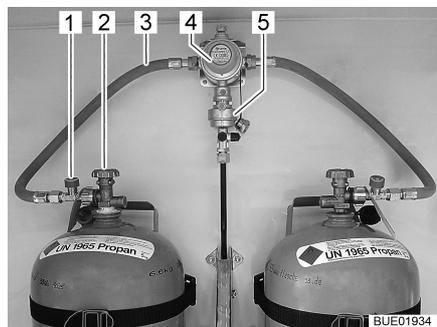
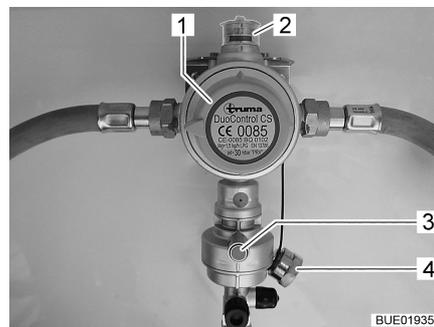
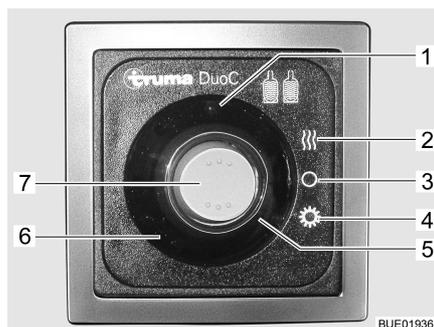

Fig. 39 Bombole del gas con DuoControl
Fig. 40 Impianto di regolazione DuoControl
Fig. 41 Centralina di controllo Duo-Control
L'impianto di regolazione DuoControl consiste in una valvola di commutazione (Fig. 39,4) e un sensore crash (Fig. 39,5). L'impianto di regolazione DuoControl è installato tra i tubi flessibili del gas (Fig. 39,3) con un dispositivo antirottura del tubo flessibile (Fig. 39,1). Con la manopola (Fig. 40,1) sulla valvola di commutazione è possibile stabilire quale delle bombole del gas viene utilizzata come bombola in uso e quale come bombola di riserva.
Nella finestra di controllo (Fig. 40,2) viene visualizzato lo stato del rifornimento di gas:
Il funzionamento con una sola bombola del gas è consentito, ma in questi casi il collegamento aperto deve essere assolutamente chiuso con una copertura cieca (Fig. 40,4).
Il sensore crash blocca l'alimentazione del gas in caso di forti vibrazioni (es. incidente). Il sensore crash viene azionato mediante pressione del tasto reset verde (Fig. 40,3).
Il dispositivo antirottura del tubo flessibile (Fig. 39,1) blocca il flusso di gas quando il tubo flessibile collegato si rompe. Il dispositivo antirottura del tubo flessibile deve essere attivato premendo il tasto verde.
Tramite la centralina di controllo (Fig. 41) è possibile attivare e disattivare l'alimentazione del gas tramite l'impianto di regolazione DuoControl. Le valvole principali di arresto (Fig. 39,2) delle bombole del gas e i rubinetti di arresto del gas degli apparecchi devono essere aperti manualmente.
È possibile passare dal funzionamento estivo a quello invernale tramite l'interruttore a bilico (Fig. 41,7) della centralina di controllo.
Le due spie di controllo sulla centralina di controllo indicano il livello di riempimento della bombola in uso. Quando la spia di controllo verde (Fig. 41,6) è accesa, la bombola in uso è sufficientemente piena. Se è accesa la spia di controllo rossa (Fig. 41,5), la bombola in uso è vuota. Il rifornimento di gas avviene poi tramite la bombola di riserva.
- Con la manopola (Fig. 40,1) sulla valvola di commutazione selezionare la bombola del gas, da cui proviene la principale alimentazione del gas (bombola in uso). Girare la manopola fino all'arresto.
- Aprire le valvole principali di arresto (Fig. 39,2) delle bombole del gas.
- Premere il tasto verde del dispositivo antirottura del tubo flessibile (Fig. 39,1). Nella finestra di controllo (Fig. 40,2) viene visualizzato il simbolo verde.
- Sulla centralina di controllo (Fig. 41) attivare l'impianto di regolazione DuoControl. Posizionare l'interruttore a bilico (Fig. 41,7) su funzionamento invernale (Fig. 41,2) oppure su funzionamento estivo (Fig. 41,4). La spia di controllo gialla Eis-Ex (Fig. 41,1) si accende quando si seleziona il funzionamento invernale.
- Portare l'interruttore a bilico (Fig. 41,7) nella posizione OFF (Fig. 41,3). Le spie di controllo si spengono.
- Chiudere le valvole principali di arresto (Fig. 39,2) delle bombole del gas.
Se la spia di controllo verde (Fig. 41,6) si spegne durante il funzionamento e la spia di controllo rossa (Fig. 41,5) si accende, significa che la bombola in uso è vuota e deve essere sostituita. Nella finestra di controllo (Fig. 40,2) viene visualizzato il simbolo rosso. La bombola di riserva continua ad alimentare le utenze a gas.
- Ruotare di mezzo giro la manopola (Fig. 40,1) in direzione della bombola del gas utilizzata. In questo modo questa bombola del gas ora è la bombola in uso, mentre la bombola del gas vuota diventa la bombola di riserva. Il simbolo nella finestra di controllo (Fig. 40,2) passa da rosso a verde.
- Chiudere la valvola principale di arresto (Fig. 39,2) della bombola del gas vuota. Osservare la direzione della freccia.
- Premere il tasto verde del dispositivo antirottura del tubo flessibile (Fig. 39,1).